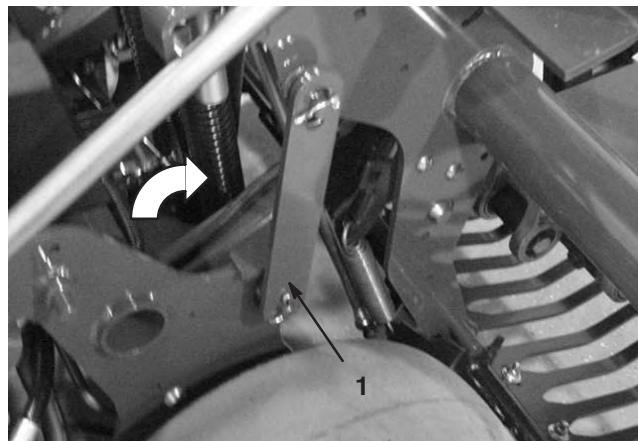

Bild 22
3. Drehen Sie den Wartungsriegel nach hinten und setzen Sie ihn in den Stachelkopfstift ein (Bild 22). Befestigen Sie ihn mit dem Clipring.